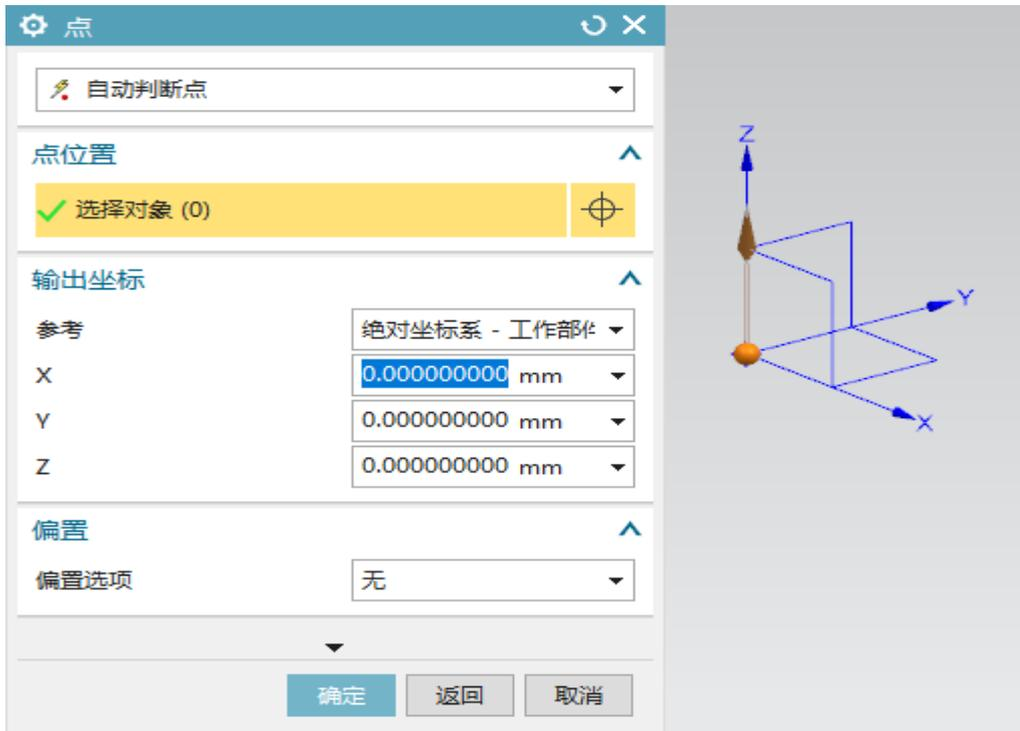

图 5
5、选择 (0, 0, 0) 点为齿轮底面的中心点。如图 5 所示。